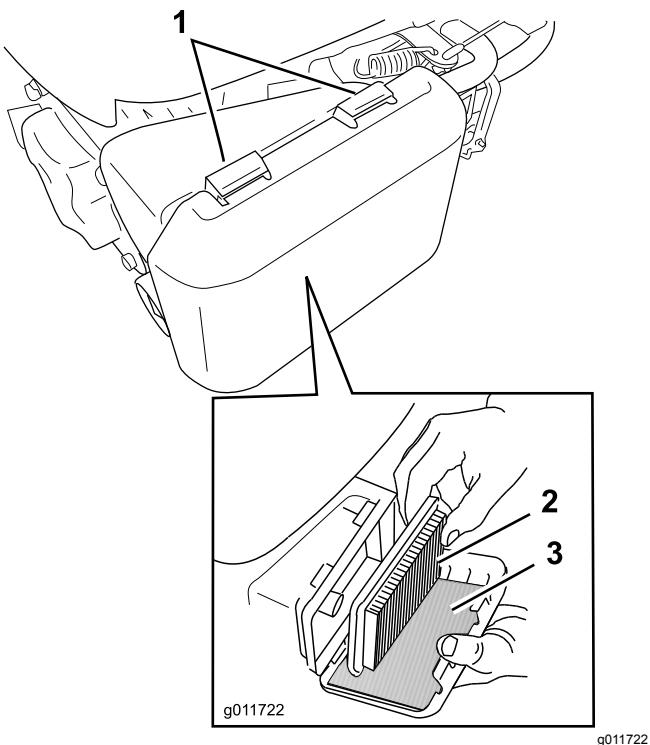

Bild 27
- Drücken Sie die Verriegelungsnasen oben an der Luftfilterabdeckung nach unten (Bild 27).
- Entfernen Sie den Papierfilter und den Schaumvorfilter (Bild 27).